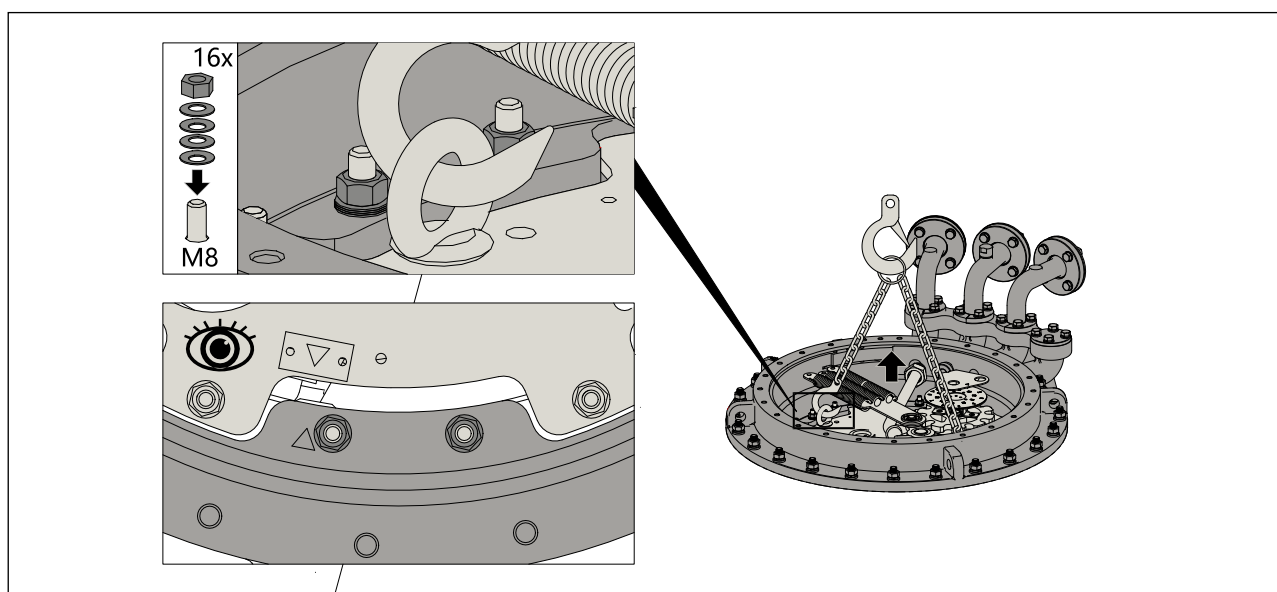

图 5-14 安装 OLTC 安装法兰
- 使用 13mm 开口 / 套筒扳手，安装 16 套 M8 螺母，每套配碟形垫圈 x4，扭矩：23~26Nm。吊起 OLTC 支撑法兰，使其与 OLTC 安装法兰对齐。当支撑法兰与安装法兰的安装参考面紧密接触时，在安装法兰环区域进行螺母安装作业（见图 5-14）。